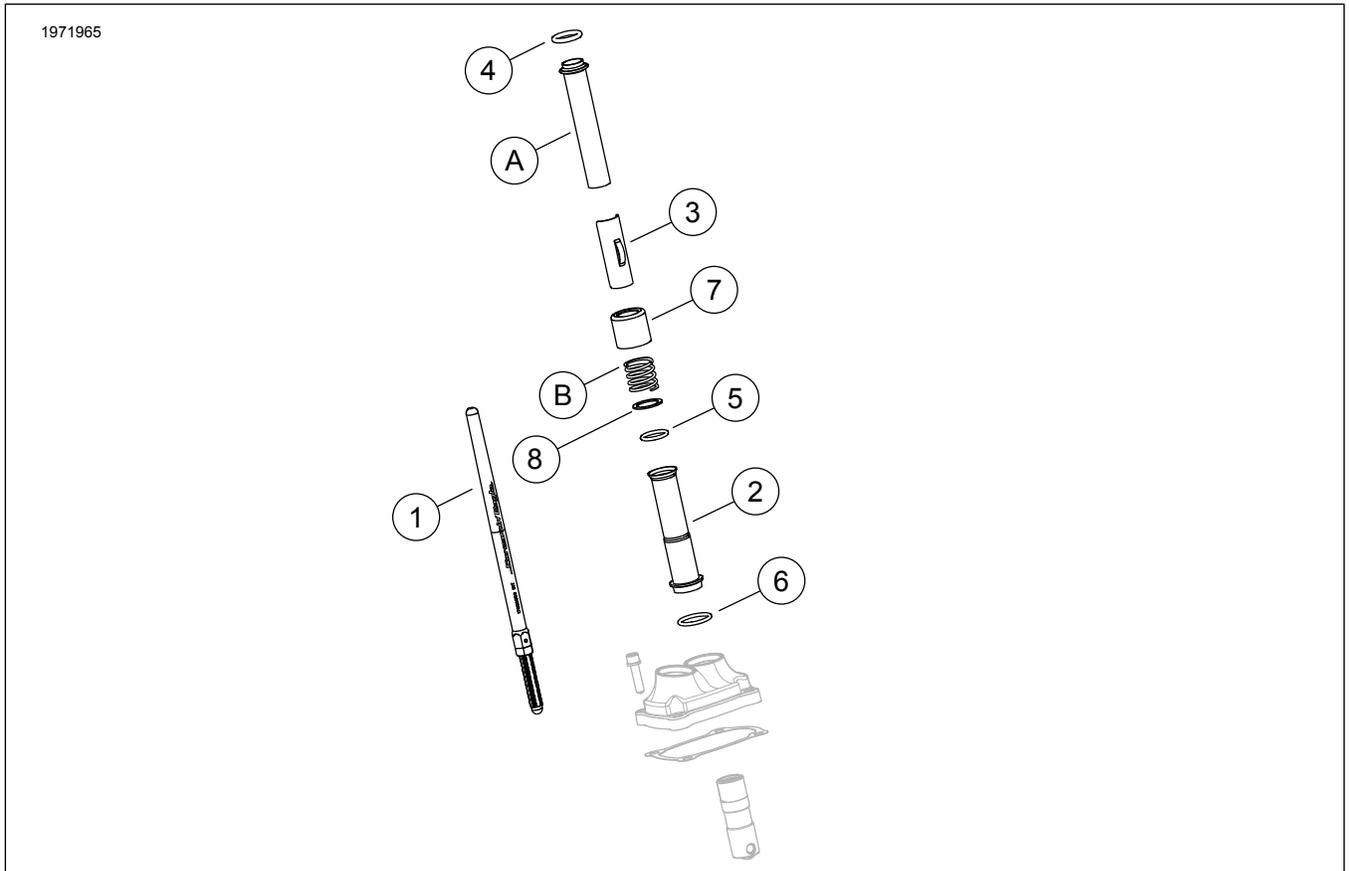

図1。キット内容: Screamin' Eagle Milwaukee-Eight ステージ2キット
1. 図1を参照してください。オイルポンプを取り付ける。サービスマニュアルを参照してください。